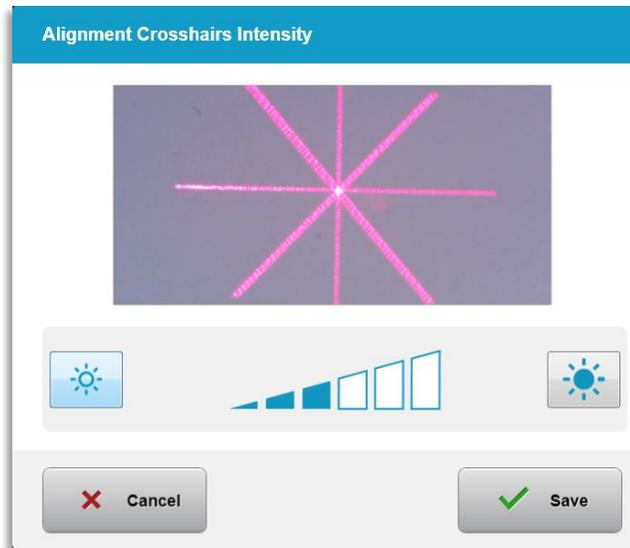

Figure 3-55. Intensité des mires d'alignement
- Sélectionnez « Alignment Crosshairs Intensity » (Intensité des mire d'alignement) dans le menu System Settings (Paramètres du système) pour modifier la luminosité des mire d'alignement. L'écran illustré à la figure 3-55 s'affiche.